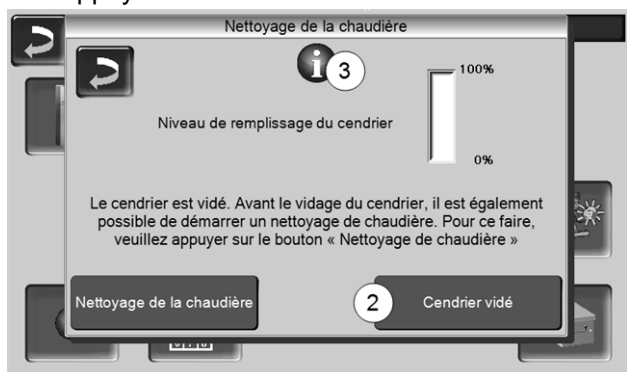

Abb. 2-54
- ▶ Appuyer sur le bouton **Nettoyage de la chaudière** > Abb. 2-54